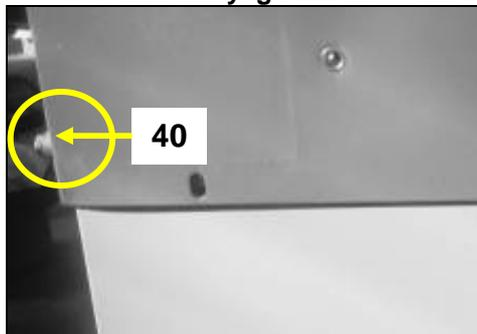

Fig 52
- Pour remplacer le liquide de refroidissement, dévissez la vis de purge (40) située à l'arrière du bac et vidangez ce dernier (Fig 52).